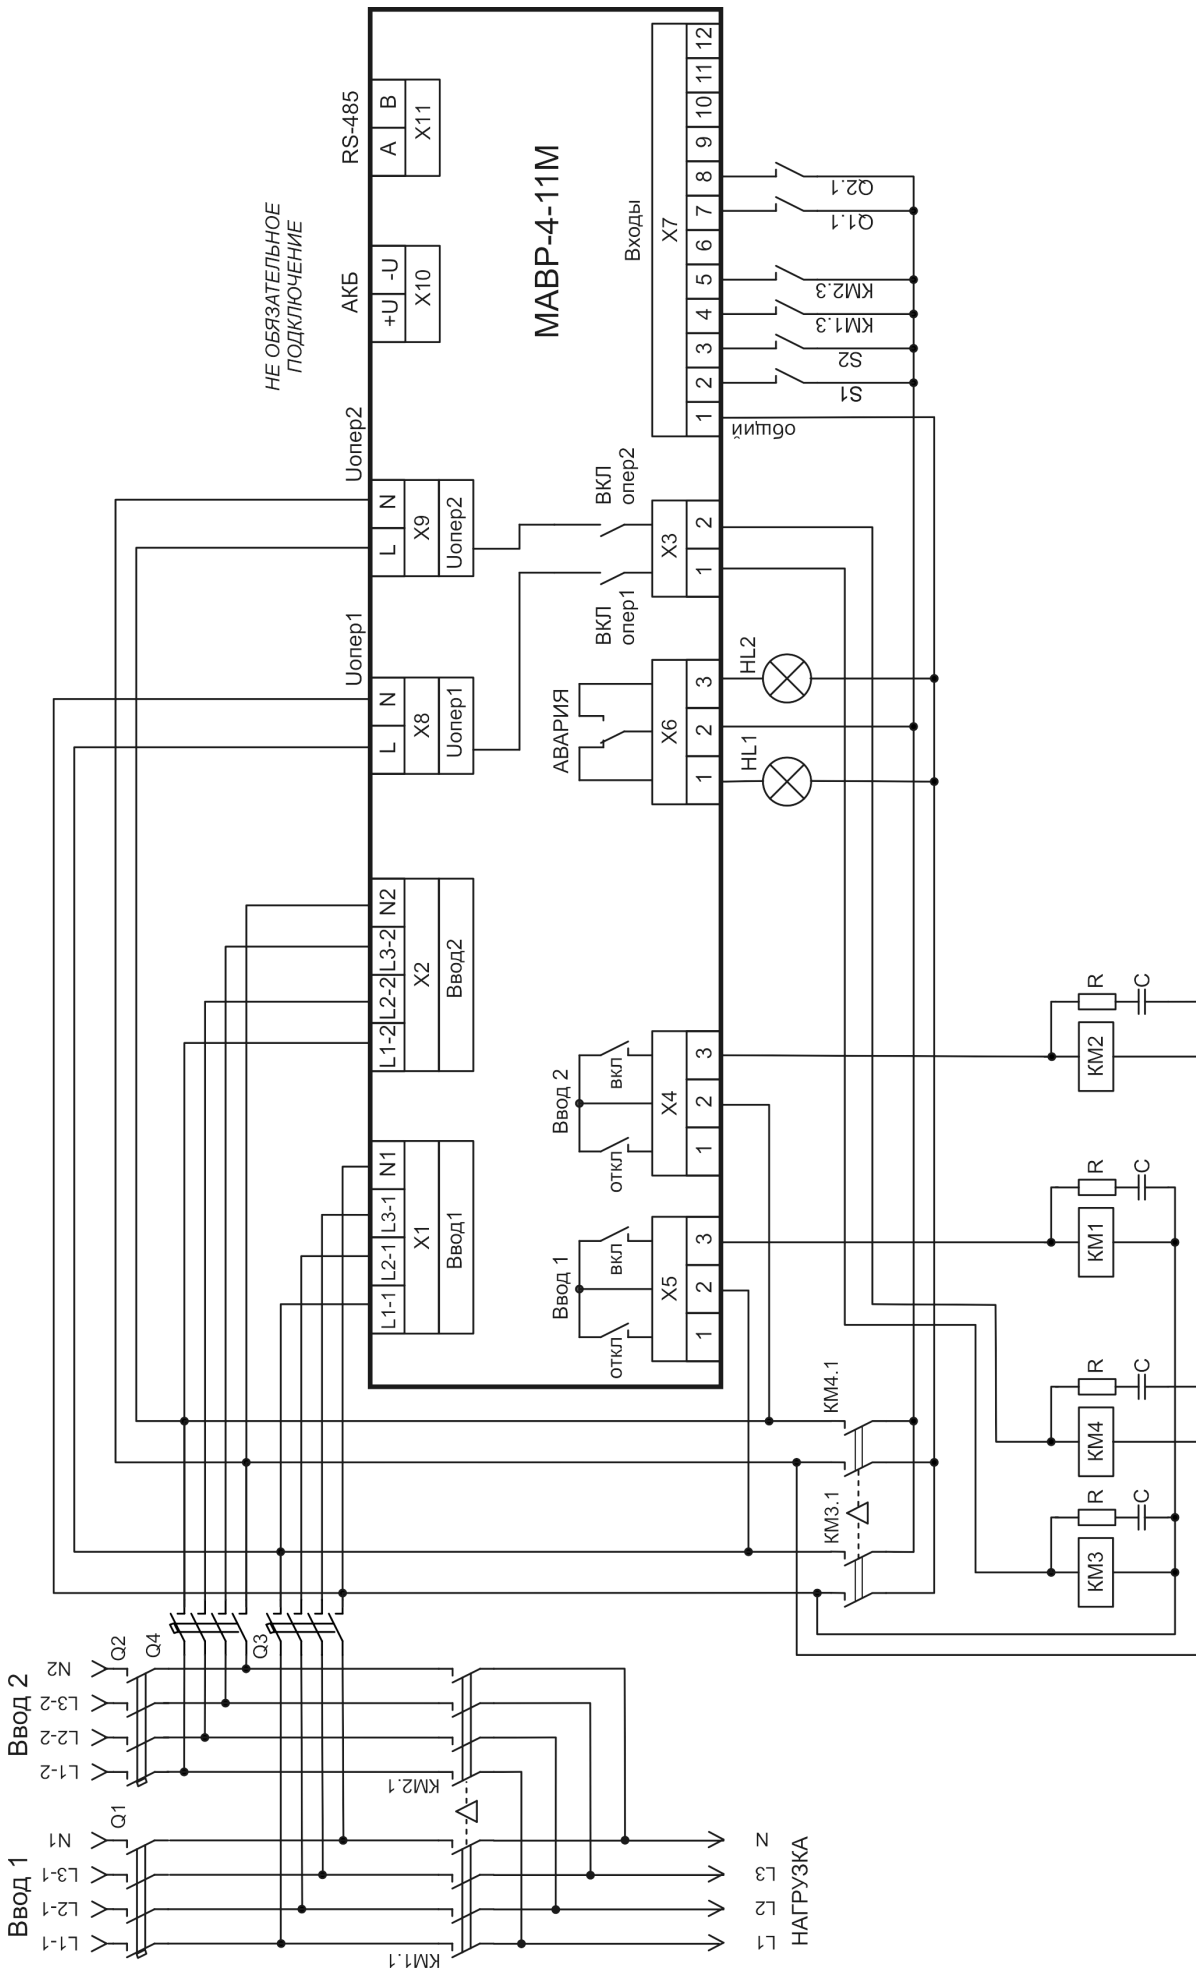

Рис. 8 Схема АВР на магнитных пускателях
**Обозначения рис. 8.**
Примечания к рис. 8.